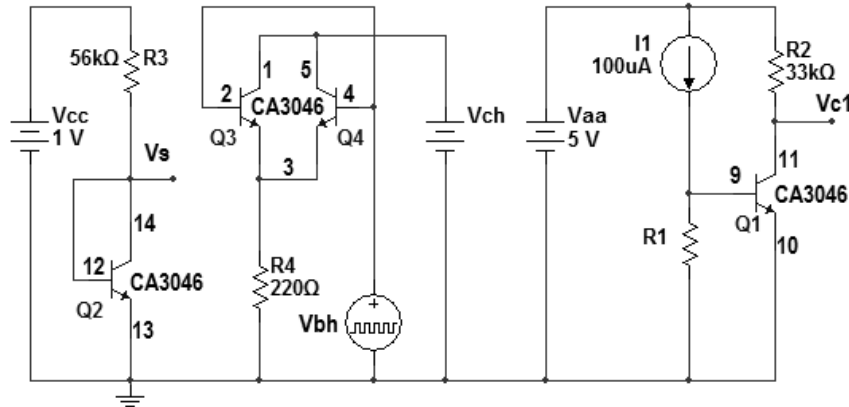

Figura 4
3) Conforme mostra a Figura 4, acrescente ao circuito já montado o amplificador de tensão que utiliza o transistor Q1. Para implementar a fonte de corrente I1, utilize o circuito correspondente visto na aula prática 6. Nestas condições: